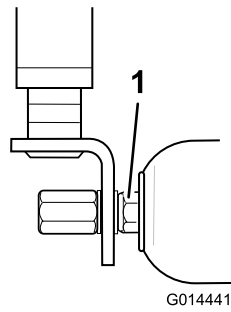

Figura 84
2. Si hay un movimiento excesivo, apriete con cuidado las tuercas de cada extremo del rodillo con la llave, justo lo suficiente para eliminar la holgura axial (Figura 84).